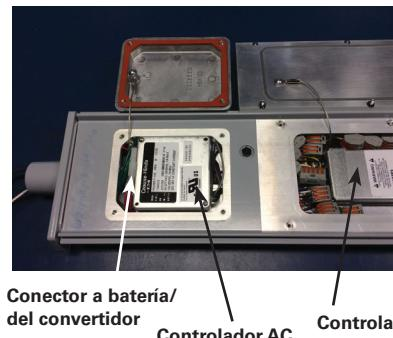

Imagen 18
- Desconecte los cables de entrada y salida del controlador AC antiguo (ver Imagen 18). **NOTA:** Los conectores se encuentran debajo de la cubierta del controlador EM.
- Retire los dos (2) tornillos que aseguran el controlador AC; retire el controlador AC antiguo.
- Afloje los diez (10) tornillos de la cubierta del controlador EM y abra la cubierta del controlador EM y permita que la cubierta cuelgue de los soportes (ver Imagen 18).
- Retire las dos (2) abrazaderas (dos tornillos por abrazadera) que aseguran el controlador EM; retire el controlador EM antiguo.
- Vuelva a instalar el nuevo controlador EM en la luminaria con los cables orientados hacia el controlador AC, asegurándose de que el controlador EM esté en contacto directo con la carcasa de la luminaria y no haya cables que estén siendo pinchados entre el controlador EM y la carcasa. Asegure con dos (2) abrazaderas (2 tornillos por abrazadera) y ajuste a 20 pulgadas-libras. (2.3 N-m).